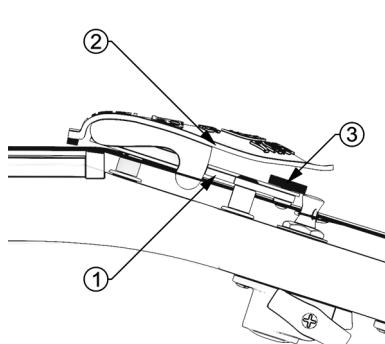

Fig. 4
- plataforma inferior, atornillada con ayuda de tres tornillos a los bujes, fijados en la cabeza de mástil (Fig.4, 5 pos.1);
- nudo de presión con sujetador para elemento-silenciador de contacto (Fig.4, 5 pos.2).
Para poder reemplazar las cuerdas de guitarra con comodidad es necesario desatornillar el tornillo que fija el nudo de presión en la plataforma inferior (Fig.4, 5 pos.3) y separar (correr) el nudo de presión de la plataforma. Despues de reemplazar las cuerdas fijar el nudo de presión siguiendo el orden inverso.